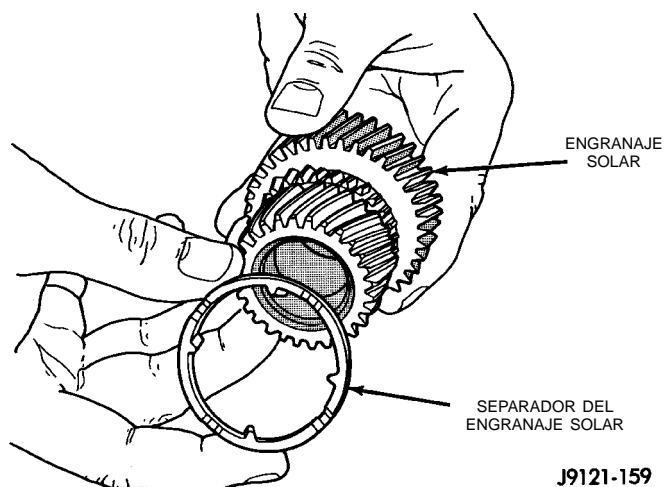

Fig. 184 Instalación del separador en el engranaje solar
(7) Instale el separador en el engranaje solar (Fig. 184).